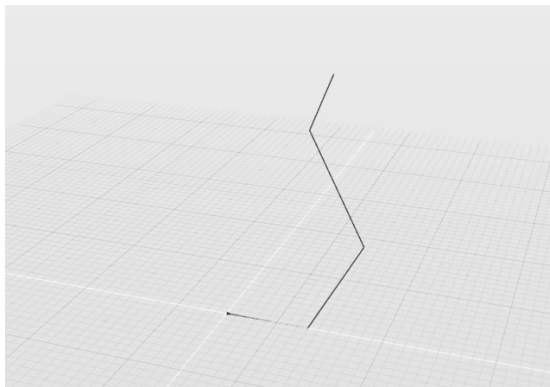

图 4-104 打开练习文件
- 1) 打开素材文件夹“练习（4.4.3）”中的 Evolve 文件，该文件中包含一条折线，如图 4-104 所示。